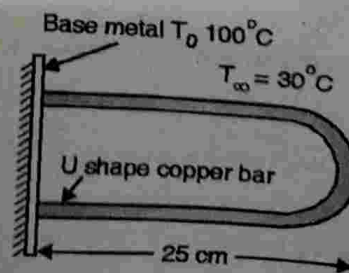

Fig. P. 3.8.13 : U shape copper bar
**Soln. :** Refer Fig. P. 3.8.13